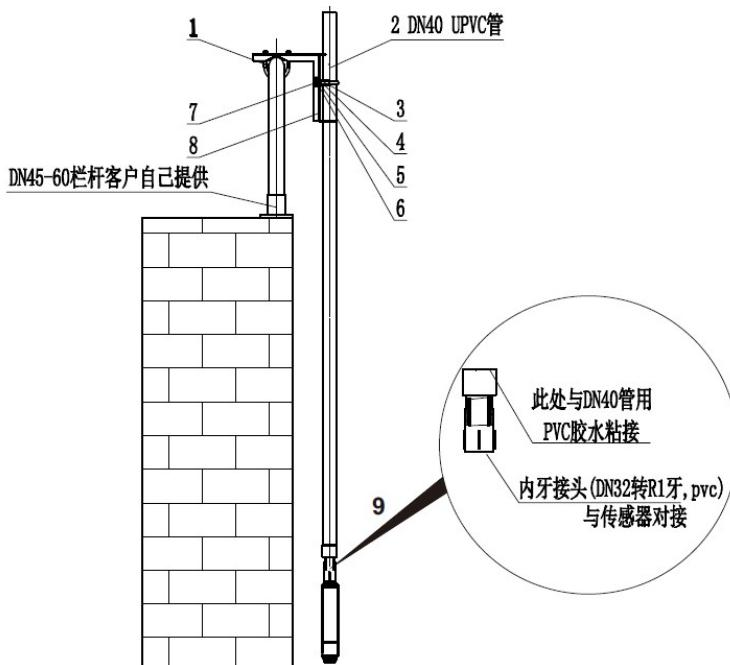

图 4 常见安装方式示意图
常见的安装方式示意图如图 4 所示：
3. 将 2 (DN40 管), 通过 4 (DN42 U 型管夹) 固定于 8 (安装板) 上, 如图 4。